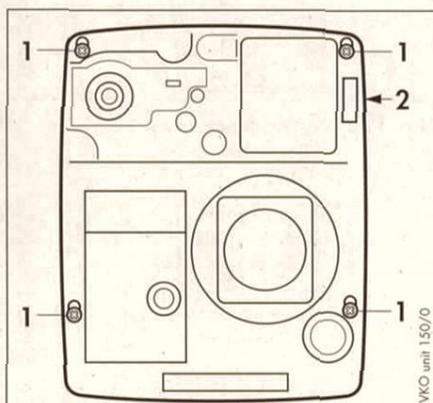

Abb. 12.3 Befestigung Gebläsebrenner
- Lösen Sie den Ölanschluß (11) vom Düsenstock.
- Trennen Sie die Steckverbindung (10) vom Ölvorwärmer.
- Lösen Sie die Befestigungsschrauben vom Zündelektrodenblock (9) und nehmen diesen ab.
- Drehen Sie die Regulierschraube (2 in Abb. 12.3) nach links, bis diese den Düsenstock freigibt.